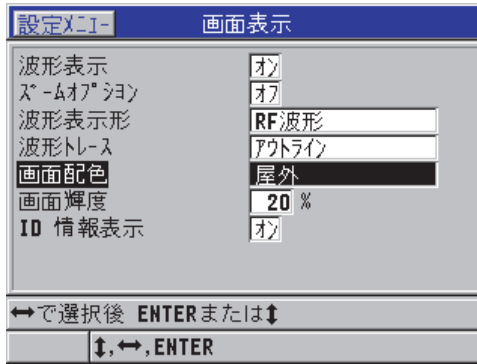

図 4-4 表示設定画面
2. 表示画面（47 ページの図 4-4 を参照）で、希望のパラメーターと以下のパラメーターの値を選択します。
2. 表示設定画面（47ページの図 4-4を参照）で、画面配色を室内または屋外に設定します。
- 表示設定画面（47 ページの図 4-4 を参照）で、画面輝度を希望するレベルに設定します。